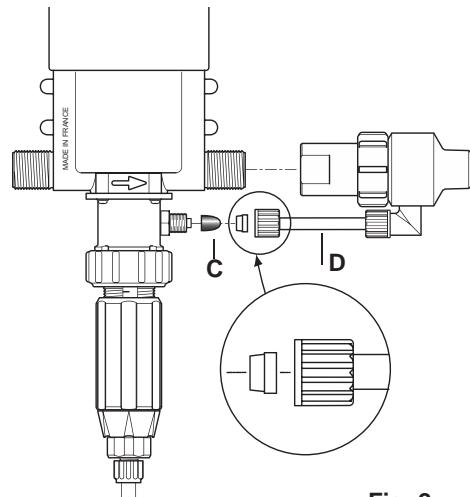

Fig. 2
Per i modelli Iniezione Esterna (IE) che permettono di lavorare con certi concentrati corrosivi, il Dosatron è anche consegnato con un sottoinsieme iniezione esterna (**Fig. 2-D**).
**ATTENZIONE ! - Lasciare la succhieruola a circa 10 cm dal fondo del serbatoio di soluz one per evitare di aspirare le particelle insolubili che possono danneggiare il corpo dosatore (Fig. 2).**